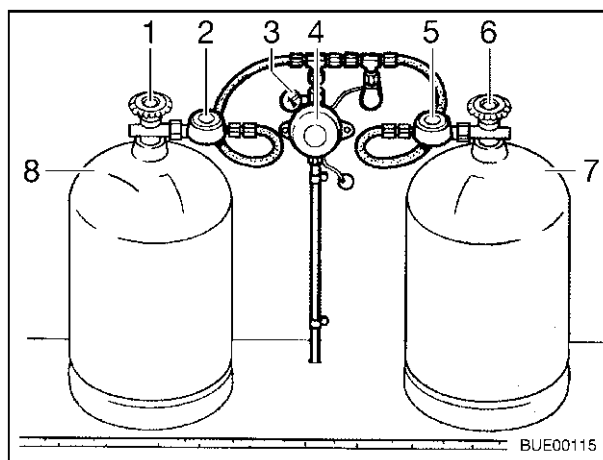

Fig. 58 Impianto di commutazione Triomatic
- Valvola principale (Fig. 58,1) bombola in uso
- Regolatore di pressione del gas (Fig. 58,2) bombola in uso
- Indicatore di funzionamento (Fig. 58,3)
- Regolatore dell'impianto (Fig. 58,4)
- Regolatore di pressione del gas (Fig. 58,5) bombola di riserva
- Valvola principale (Fig. 58,6) bombola di riserva
- Bombola in uso (Fig. 58,8)
- Bombola di riserva (Fig. 58,7)
L'impianto di commutazione Triomatic fa passare automaticamente l'alimentazione di gas dalla bombola in uso (Fig. 58,8) alla bombola di riserva (Fig. 58,7) quando la bombola in uso è vuota o non è più pronta per il funzionamento. Così il riscaldamento può rimanere in funzione.
L'impianto di commutazione Triomatic è costituito da due regolatori di pressione del gas (Fig. 58,2 e 5) e da un regolatore dell'impianto (Fig. 58,4). Il regolatore di pressione del gas della bombola in uso (Fig. 58,2) è contrassegnato da una targhetta del modello verde, il regolatore di pressione del gas della bombola di riserva (Fig. 58,5) da una targhetta del modello rossa. Con l'indicatore di funzionamento (Fig. 58,3) sul regolatore dell'impianto si può controllare la tenuta dell'impianto del gas. I regolatori di pressione del gas sono dotati di unità di allacciamento e permettono il collegamento alle bombole del gas di tutte le dimensioni (da 3 kg a 33 kg).
- Aprire la valvola principale (Fig. 58,6) della bombola di riserva (Fig. 58,7).
- Aprire la valvola principale (Fig. 58,1) della bombola in uso (Fig. 58,8).
Ora entrambi i regolatori di pressione del gas sono disaerati. Il regolatore dell'impianto (Fig. 58,4) fornisce alle utenze la pressione necessaria, indipendentemente dal fatto che l'alimentazione del gas provenga dalla bombola in uso o dalla bombola di riserva. La bombola di gas che ha rilevato l'alimentazione viene identificata dal campo verde o rosso sull'indicatore di funzionamento (Fig. 58,3).
- ▷ In caso di funzionamento con una sola bombola del gas, si deve allacciare il regolatore di pressione del gas della bombola in uso (Fig. 58,2).
Se l'indicatore di funzionamento (Fig. 58,3) segna rosso, la bombola in uso (Fig. 58,8) deve essere cambiata.
- Chiudere la valvola principale (Fig. 58,1) della bombola in uso (Fig. 58,8).
- ▷ Tutte le utenze possono essere alimentate e fatte funzionare dalla bombola di riserva (Fig. 58,7) (targhetta del modello rossa).
- Collegare la bombola del gas piena al regolatore di pressione del gas della bombola in uso (Fig. 58,2).
- Aprire la valvola principale (Fig. 58,1) della bombola in uso. La bombola in uso ricomincia automaticamente a fornire gas.
- ▷ Ogni tanto utilizzare la bombola di riserva (Fig. 58,7) al posto della bombola in uso per controllare che la bombola di riserva sia riempita a sufficienza.
- Luce spia verde: bombola in uso (Fig. 58,8)
- Luce spia rossa: bombola di riserva (Fig. 58,7)